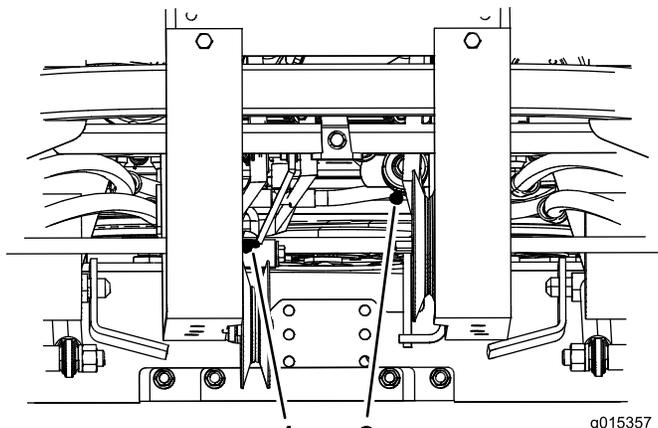

Figure 37
4. Graissez les pivots de la poulie de tension de la courroie du tablier et de la courroie d'entraînement de la pompe (Figure 37).